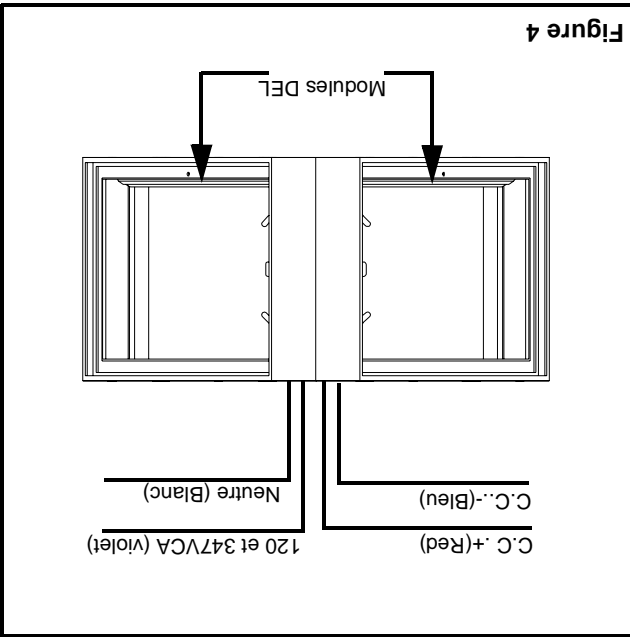

Figure 4
e. Enfiler un écrou de sécurité Pal (5) de 3/8 po IPS sur la tige à environ 1/2 po de l'extrémité.
f. Glisser une rondelle frein (13) sur la tige, glisser le pavillon (4) sur la tige. Glisser l'autre rondelle frein sur la tige et fixer à l'aide de l'écrou de sécurité Pal de 3/8 po IPS, jusqu'à affleuré avec l'extrémité.
j. Glisser une rondelle frein (13) sur la tige, glisser le boîtier sur la tige. Glisser l'autre rondelle frein sur la tige et fixer à l'aide de l'écrou de sécurité Pal de 3/8 po IPS, jusqu'à affleuré avec l'extrémité.
6. Assurer un raccordement exact des fils. Sur le modèle de série universel, notre unité accepte une tension d'entrée de 120 VCA à 347 VCA (voir Figure 4).
Se rapporter au câblage C.A. et C.C. de la figure 4.